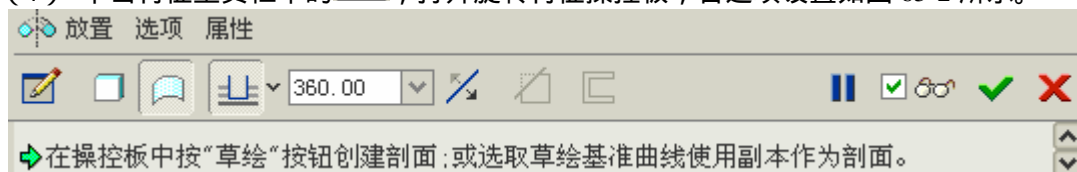

图 65-2
- (1) 单击特征工具栏中的 ，打开旋转特征操控板，各选项设置如图 65-2 所示。